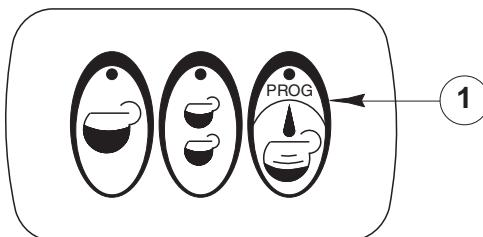

Fig. 2
- 4) Presionar una de las teclas colocadas sobre el teclado de distribución del café (fig. 2), según la dosis deseada.
Para variar la programación de las dosis seguir las instrucciones referidas en el párrafo 5.7 del presente libro. La máquina está predispuesta también para la suministración continua: presionar la tecla "PROG" (fig. 2; pos. 1) para iniciar la distribución, presionarla nuevamente para detener la distribución.
Para la programación de cada dosis, efectuar las operaciones siguientes: mantener presionada la tecla programación dosis continua “PROG” (fig. 2; pos. 1) por 5 segundos aproximadamente hasta que el LED relampaguee.
Efectuar el lavado del grupo cada 15 días como sigue: enganchar al grupo el portafiltro con el filtro ciego y pulsar más veces el botón (fig. 1; pos. 6). Pulsar más veces "PROG" (fig. 2; pos. 1) para version BZ02 DE.